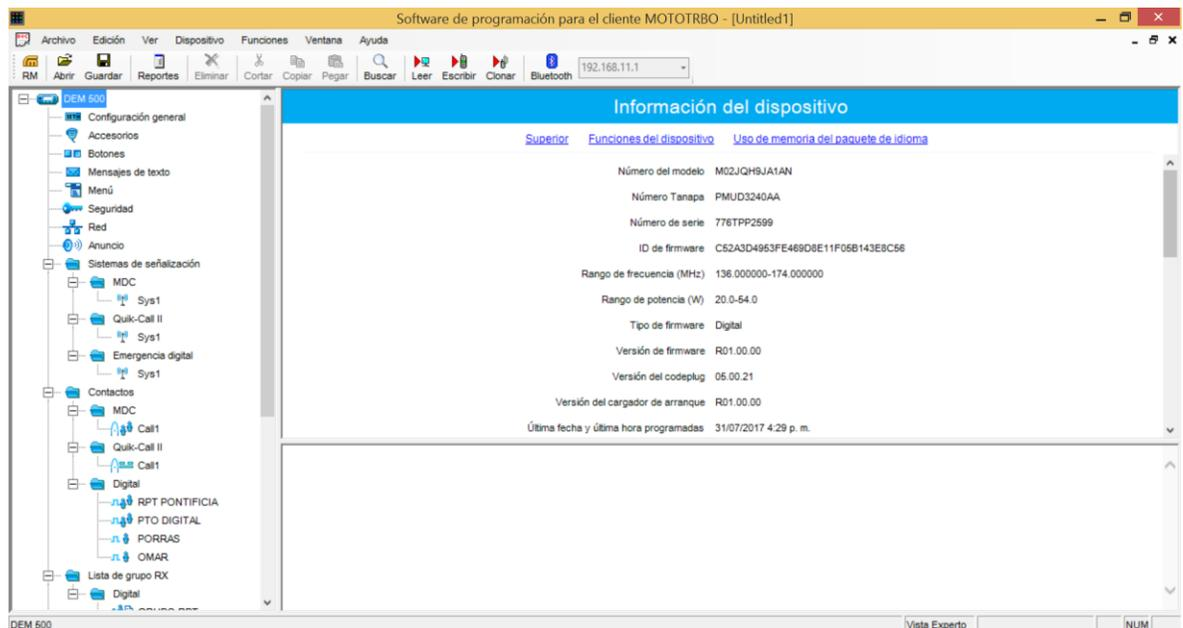

Ilustración 42. Ventana de inicio MOTOTRBO CPS.
- Se muestra una ventana como la de la ilustración 42 con un menú de carpetas que tiene el radio, entre ellas el modelo y sus características.